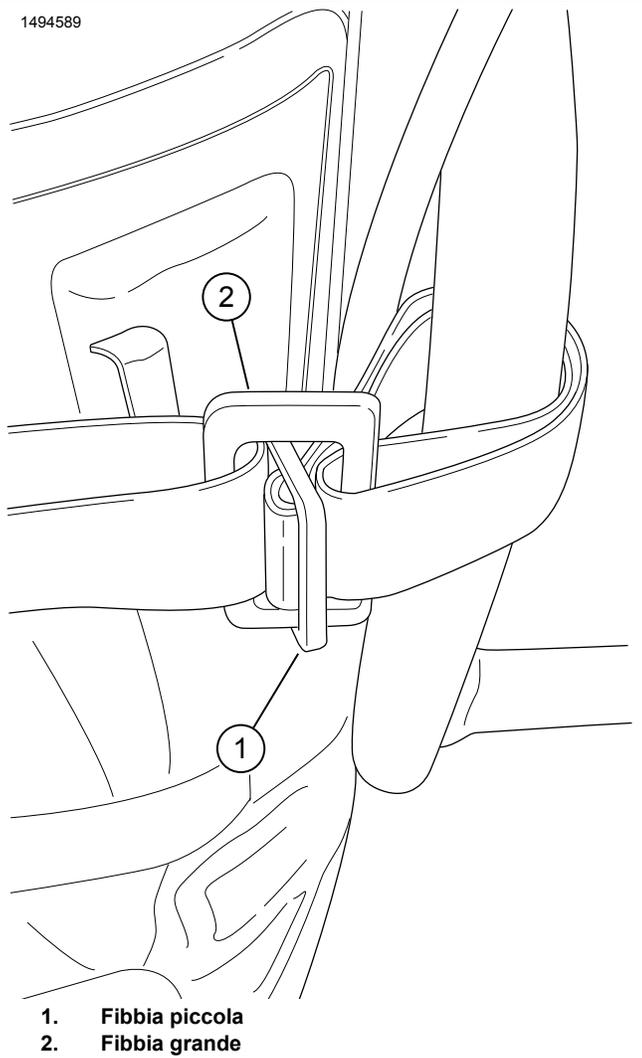
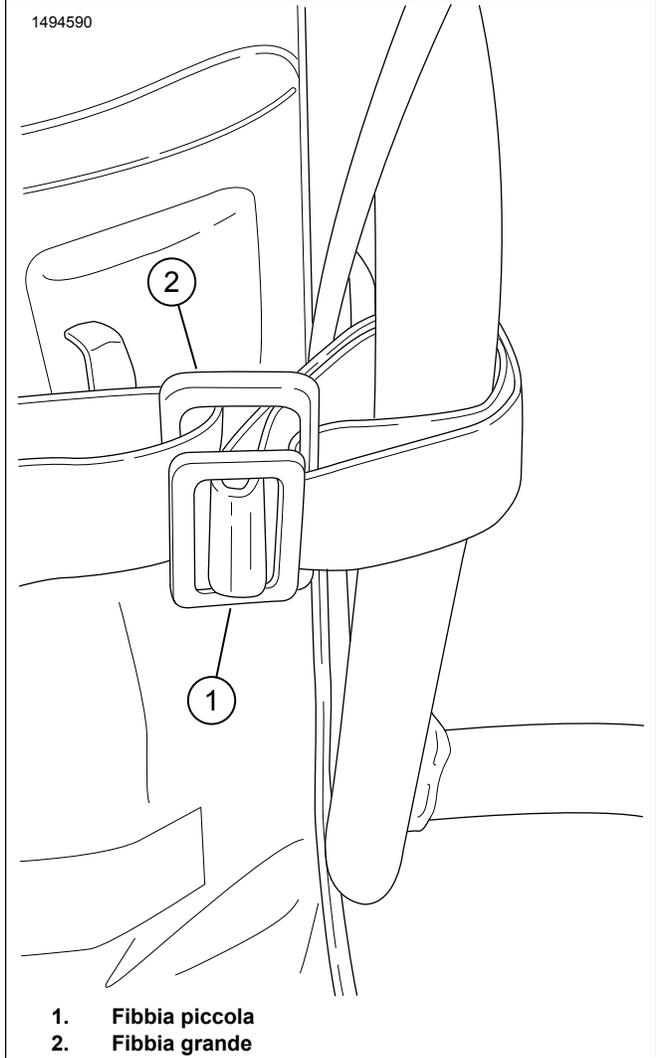

Figura 6. Cinghia di tensionamento - Procedura 2
Figura 7. Cinghia di tensionamento - Procedura 3
- a. Vedere Figura 6 e Figura 7. Inserire la fibbia (1) nella fibbia grande (2).